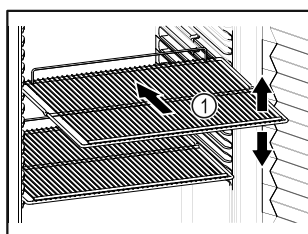

Fig. 57 Példaként szolgáló ábrázolás
- Ha a tároló rácsok Fig. 57 (1) áthelyezhetőek, akkor igazítsa be őket a kívánt magasságnak megfelelően.